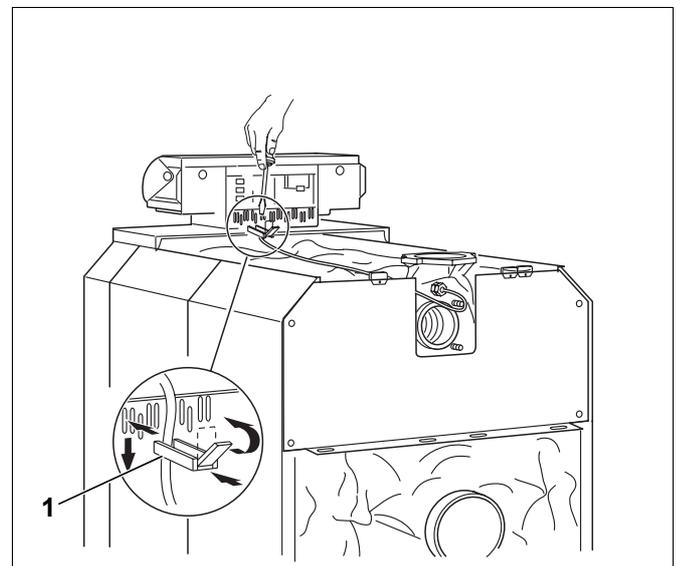

Bild 64 Elektrische Verbindungsleitungen befestigen
- ▶ Kabelschellen mit eingelegter Leitung in den Schellenrahmen einsetzen und durch Umlegen des Hebels sichern (Bild 64, **Pos. 1**).